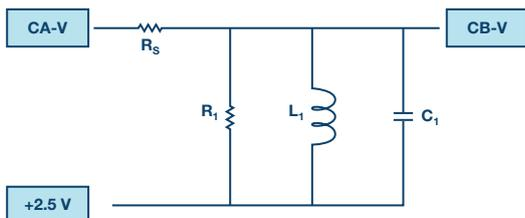

図5. 作成する並列共振回路。
- ▶ 1. ソルダレス・ブレッドボード上で、図5に示すRLC回路を作成します。各部品の値は、 R_s が100Ω、 R_1 が1kΩ、 C_1 が1μF、 L_1 が20mHとします。
「ALICE-Bode Plotter」というソフトウェアを使えば、周波数応答と位相応答を簡単にプロットすることができます。例えば、図5の並列共振回路を使用し、入力周波数を10Hzから5000Hzまで掃引するとします。その際、チャンネルAとチャンネルBの信号の振幅と、チャンネルBとチャンネルAの間の相対位相角をプロットするといったことが行えます。
- ▶ 図5のように回路をADALM1000に接続した上で、ALICEのメイン・インターフェースからALICE-Bode Plotterを起動します。